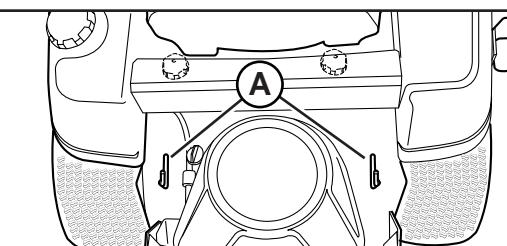

Figura 2
- Desenganche las palancas de liberación de la transferencia (A, Figura 2) tirándolas hacia atrás y hacia afuera hacia el lado de la máquina (C).
- Enganche las palancas de liberación de la transmisión (B, Figura 2).